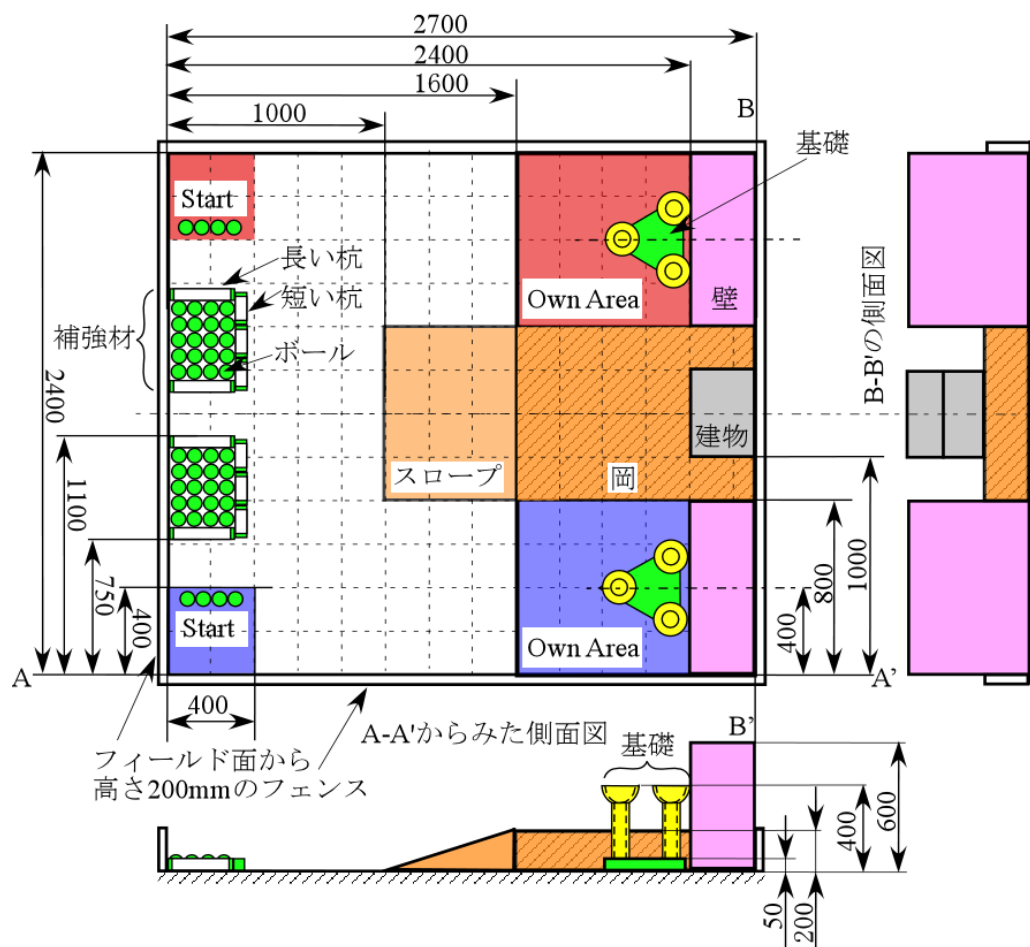

Fig.1 競技フィールドの説明図
- ・ 競技フィールド (以後、フィールドと呼ぶ) は、Fig.1 のように平板状のフィールド面、およびアクリル板のフェンスから構成される。
- ・ フィールド面内には 400×400mm の Start Area と 800×800mm の Own Area(各々赤 1 箇所、青 1 箇所)が Fig.1 のように存在する。
- ・ フィールド面上には、スロープ・岡・壁が各々 Fig.1 のように固定されている。
- ・ フィールド内で動かせるオブジェクトとして、フィールド面上に補強材および基礎、岡の上に建物が各々 Fig.1 のように置かれている。